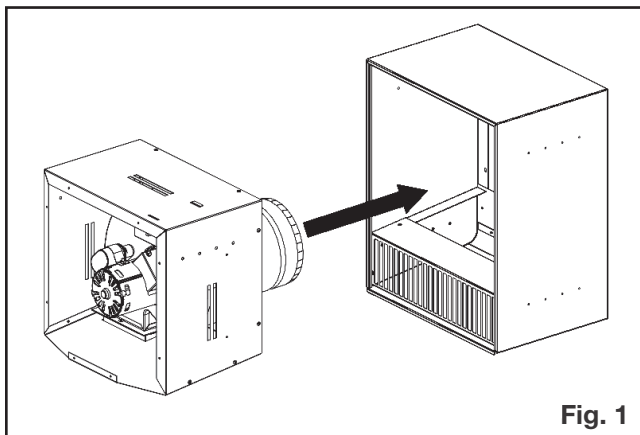

Fig. 1
1. Insérez le boîtier du ventilateur dans le boîtier extérieur. Assurez-vous la bonne orientation (**Fig. 1**).